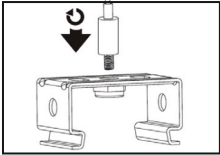

Рис. 4
- 5.15 Для установки осветительного прибора на подвесы можно использовать тросовую систему подвеса (рис. 4).